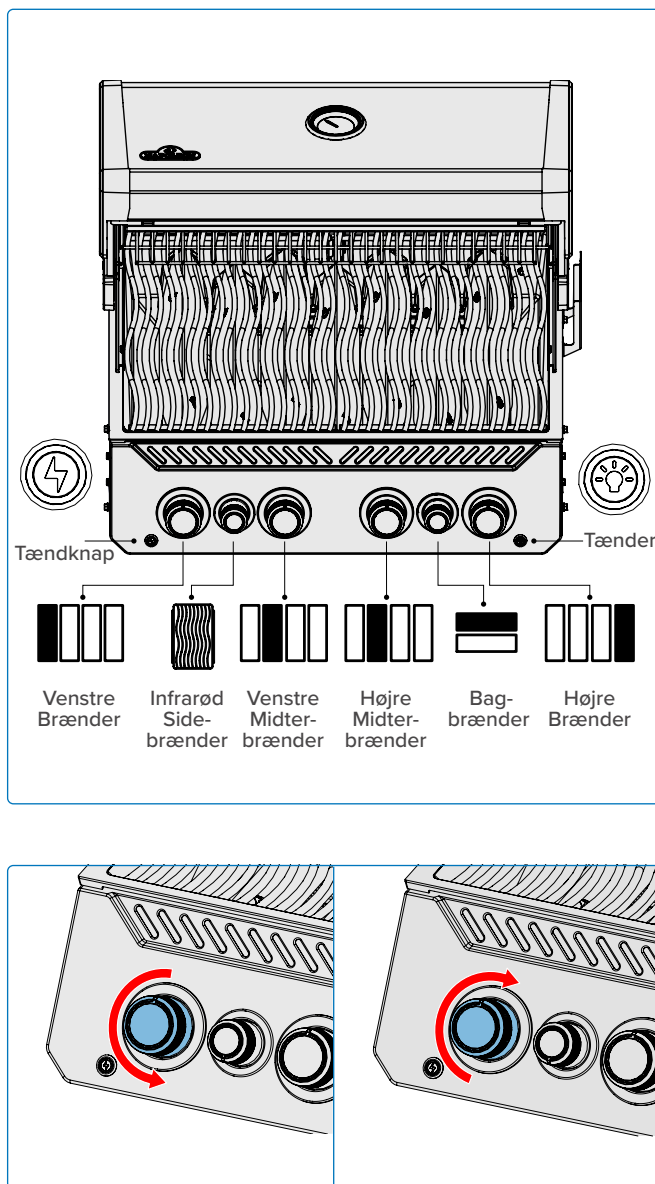

Fig. 6
4. Hvis stråleflammerne og brænderen ikke tændes inden for 5 sekunder – drej kontrolknappen med urets retning til OFF-position. Vent 5 minutter for at lade gassen forsvinde. Gentag trin 2 og 3, eller tænd med en tændstik. **(Fig. 6).**
5. Hvis brænderen ikke tænder – drej brænderkontrolknappen med urets retning til OFF-position. Vent 5 minutter. Gentag trin 3 og 4. **(Fig. 6).**